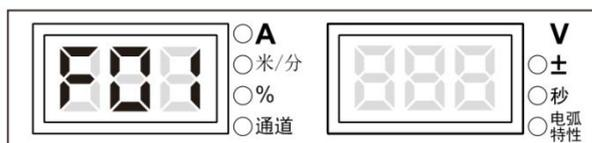

图3-45 恢复出厂设置
1. 进入内部菜单，左边数码管显示 F01，数码管显示如图 3-45 所示；